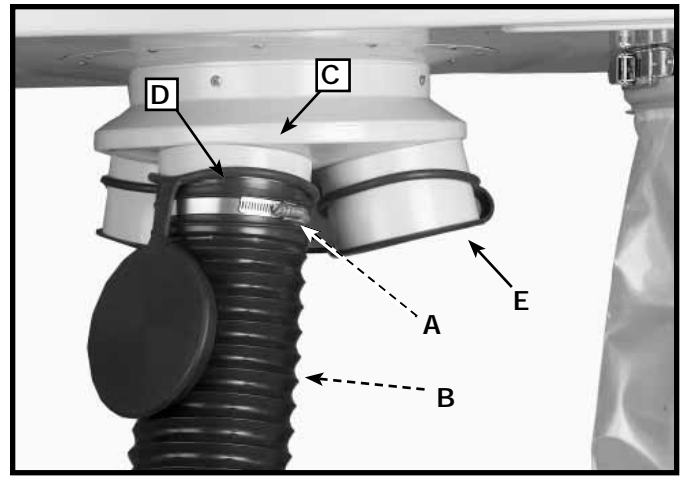

Fig. 13
Para ensamblar la manguera de recolección de polvo de 127 mm (5") al conjunto de motor y soplador, sujete ligeramente la abrazadera de la manguera (A) Fig. 13, alrededor de un extremo de la manguera flexible (B) y ensamble la manguera al orificio de admisión de polvo (C). Apriete la abrazadera de la manguera (A). Ensamble la abrazadera restante al otro extremo de la manguera flexible y a la máquina para carpintería.
NOTA: No opere el recolector de polvo con alguno de los orificios de admisión de polvo (C) Fig. 13 descubierto. Para cubrir el orificio que no está utilizando con la manguera, coloque la tapa de entrada plana (E) sobre el orificio de admisión de polvo, como se muestra en la Fig. 13.